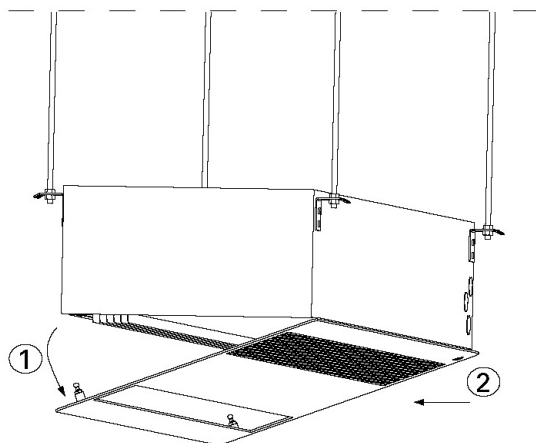

Fig.3 : ouverture de la trappe de visite
1. La trappe de visite s'ouvre en desserrant les attaches rapides situées du côté soufflage (tourner 90°), puis en dégageant la trappe de visite du rebord. Voir Fig. 3 et 4.
2. La trappe de visite s'ouvre en desserrant les attaches rapides situées du côté soufflage (tourner 90°), puis en dégageant la trappe de visite du rebord. Voir Fig. 3 et 4 p6.